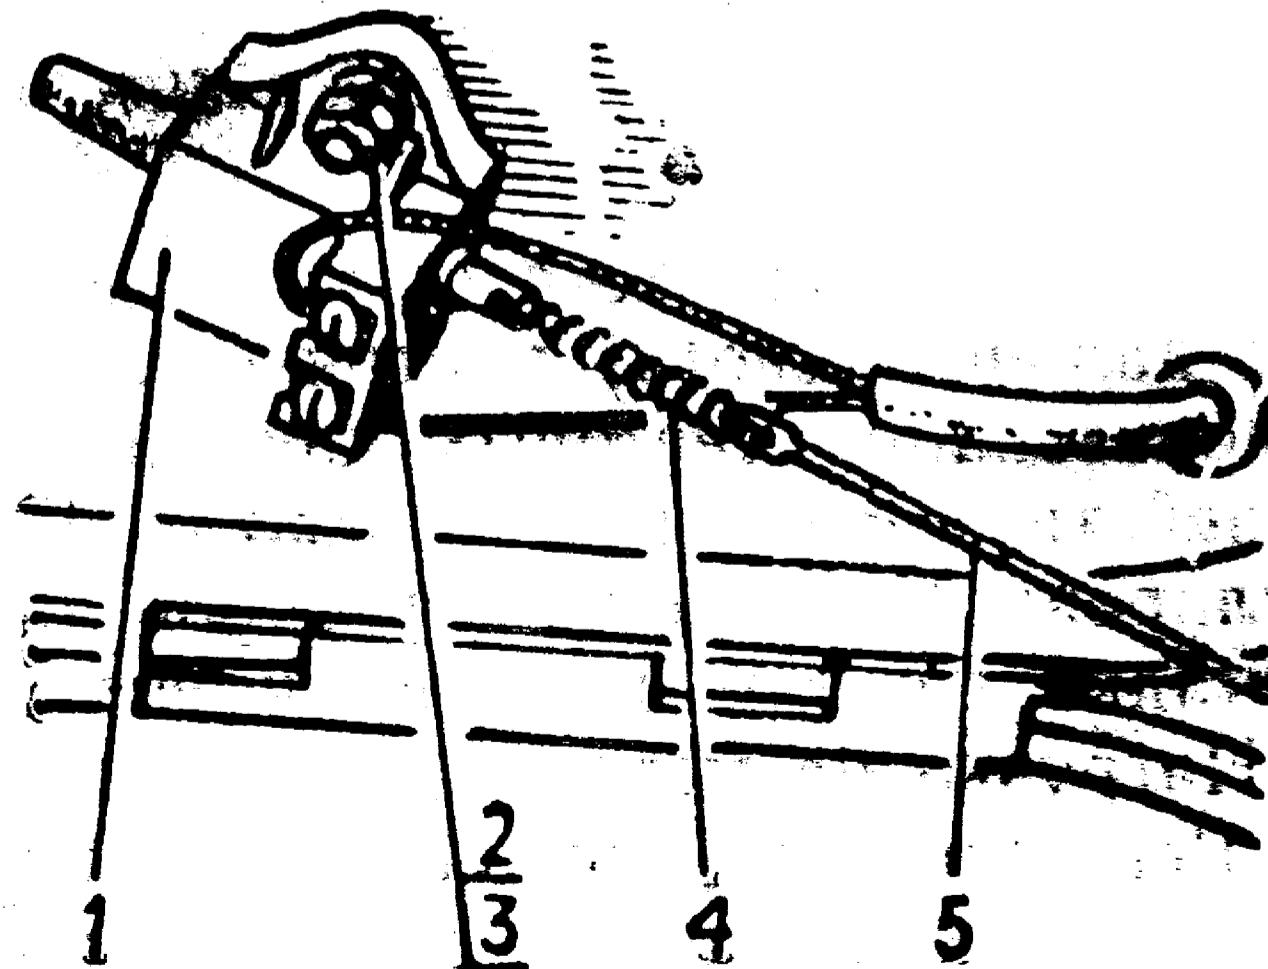

Рис. 35. Регулировка выключателя стоп-сигнала:
5.4.11. Выключатели стоп-сигнала тормозов переднего и заднего колес служат для "включения" светового сигнала при торможении мотоцикла. Регулировку момента включения сигнала в случае изменения положения рычага тормоза заднего колеса производить путем перемещения выключателя 1 (рис. 35) при ослабленном